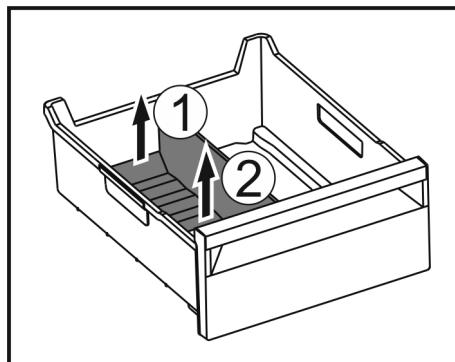

Fig. 195
- Приподнимите заднюю часть разделителя отделения для льда. Fig. 195 (1)
- Извлеките разделитель отделения для льда движением вверх. Fig. 195 (2)